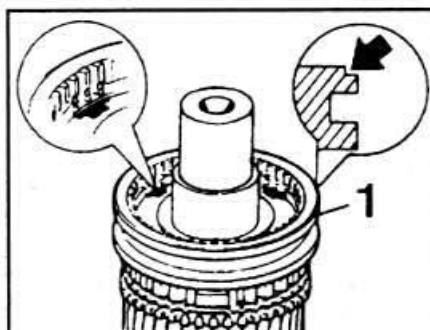

Рис. 5-25. Установка скользящей муфты синхронизатора III и IV передач:
- Надеть скользящую муфту синхронизатора III и IV передач фаской вверх (рис. 5-25) и установить муфту в положение нейтрали.